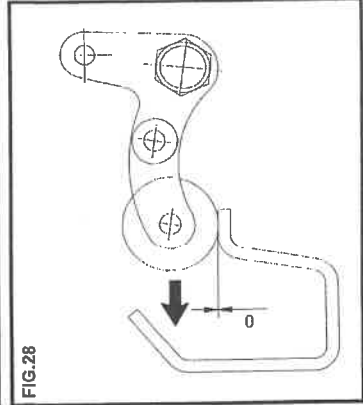

FIG.28
- Regolare il chiudiporta in modo che la ruota tocchi il riscontro durante il movimento (vedi Fig. 28).